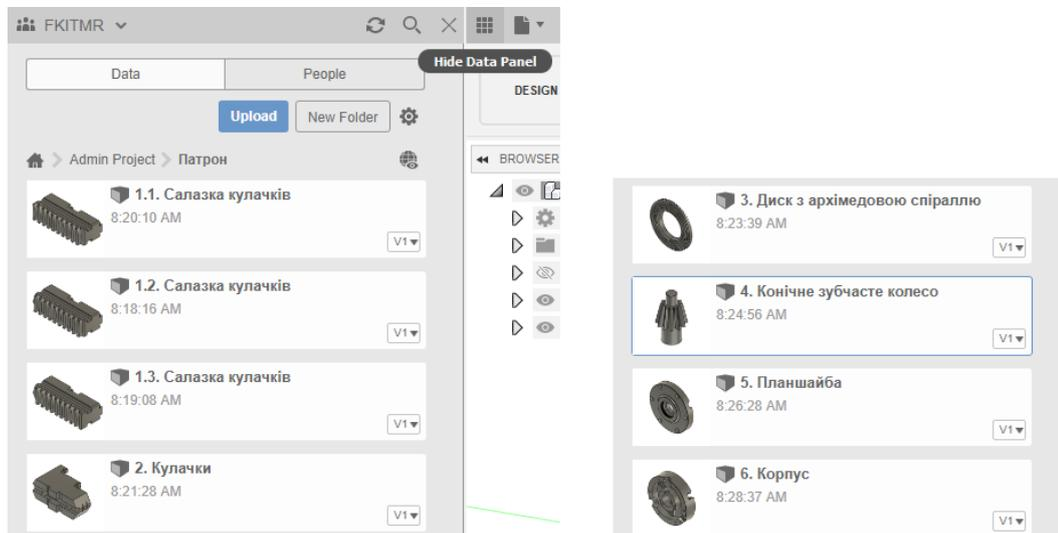

Рис.12.7. Панель даних
4. Вставимо у нашу збірку наступну деталь. Для цього відкрийте панель даних і знайдіть робочу папку з деталями (рис. 12.7).